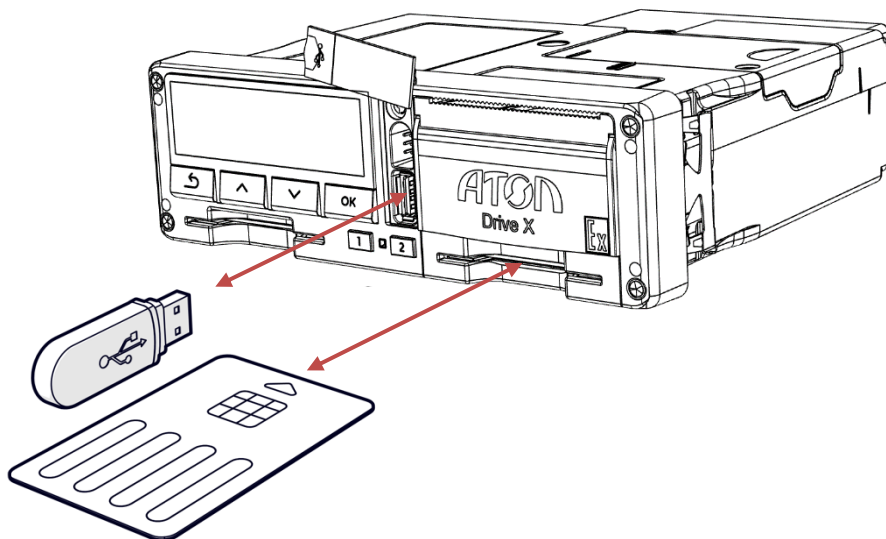

Рисунок 31. Выгрузка данных
- с помощью USB накопителя. Подключение USB накопителя к тахографу производится через USB разъем (см. Рисунок 31. Выгрузка данных). Для выгрузки «Архива карты» необходима сама карта водителя. Для выгрузки «Архив тахографа» должна быть установлена карта предприятия, контролера или мастерской, и введен ее PIN-код. Расшифровка информации, скопированной с тахографа, производится с помощью специализированного ПО. ПО доступно на сайте производителя <https://atoldrive.ru/> в разделе «Поддержка» → «Документация и ПО».